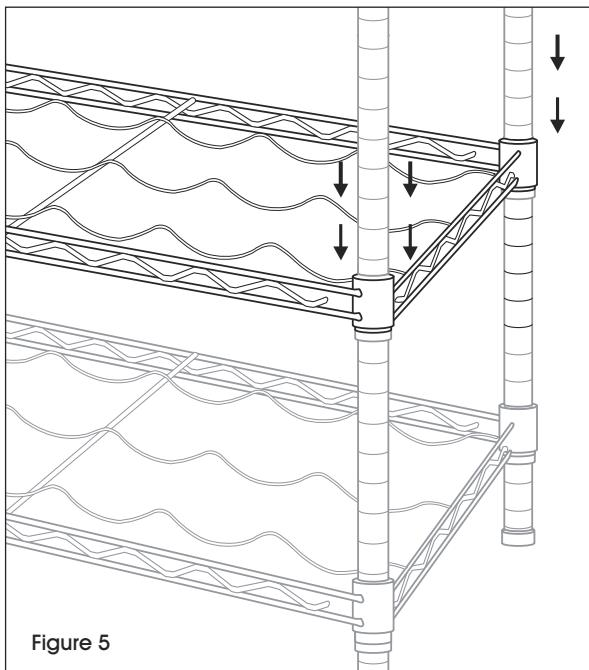

Figure 5
4. Déterminez la hauteur de la tablette suivante, enclenchez les supports, puis ajoutez et fixez la tablette. (Voir Figure 5)